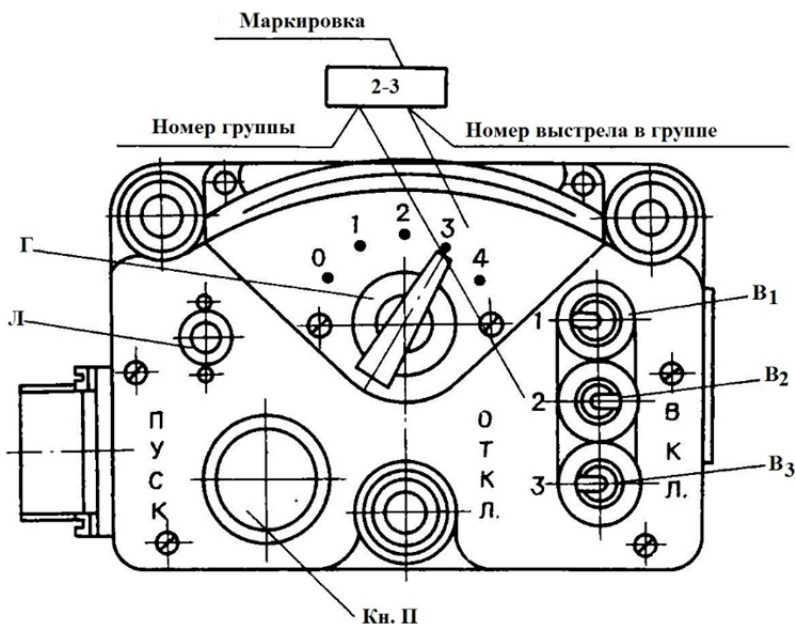

Рис. 2.28. Система пуска дымовых гранат. Пульт управления: B_1, B_2, B_3 – выключатели; Кн. П – кнопка пуска; Г – переключатель; Л – лампа
– установить органы управления на пульте (рис. 2.28) в исходное положение: выключатели B_1 , B_2 – в положение ОТКЛ., переключатель Γ – в положение θ ;